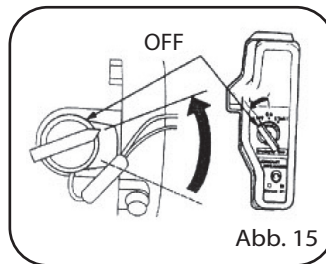

Abb. 15
1. Den Motorschalter auf "OFF" stellen (Abb. 15).